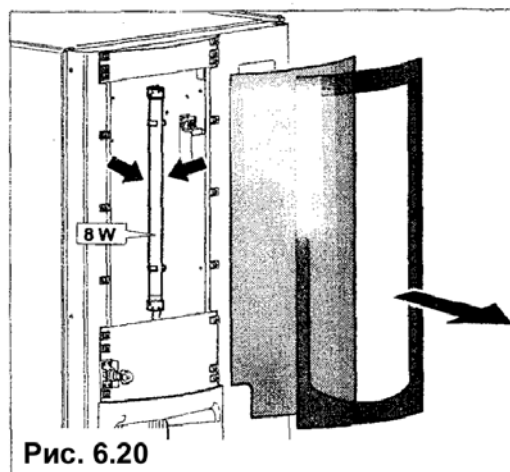

Рис. 6.20
- Замените неоновую лампочку, аккуратно вынув ее из соответствующего патрона (рис. 6.20).